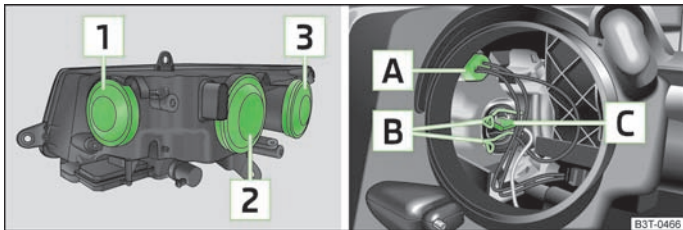

Abb. 189 Frontscheinwerfer: Glühlampenordnung / Glühlampen für Stand- und Fernlicht ausbauen
Übersicht der Glühlampenordnung » Abb. 189.
- › Die Gummiabdeckung **1** » Abb. 189 abnehmen.
- › Die Fassung **A** » Abb. 189 herausnehmen.